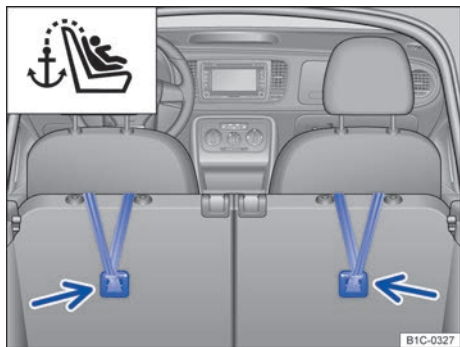

Fig. 42 En el maletero: cinturones de fijación superiores enganchados.
- Enganche el cinturón de fijación superior en la argolla de sujeción correspondiente del maletero → fig. 42 (flechas).